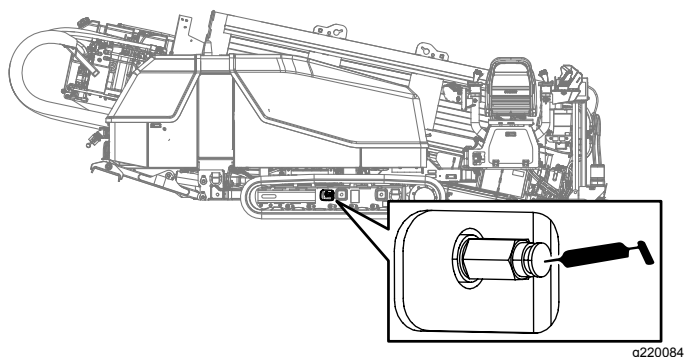

Рисунок 103
3. Удалите грязь и мусор вокруг клапана консистентной смазки для натяжения гусениц (Рисунок 103).
5. Заправляйте консистентную смазку в масленку, пока натяжение не достигнет 22,063 кПа (3200 фунтов на кв. дюйм [220,63 бар]), как показано на Рисунок 103.
5. Поверните клапан консистентной смазки для натяжения гусеницы в направлении против часовой стрелки не более чем на 1 оборот (Рисунок 103).